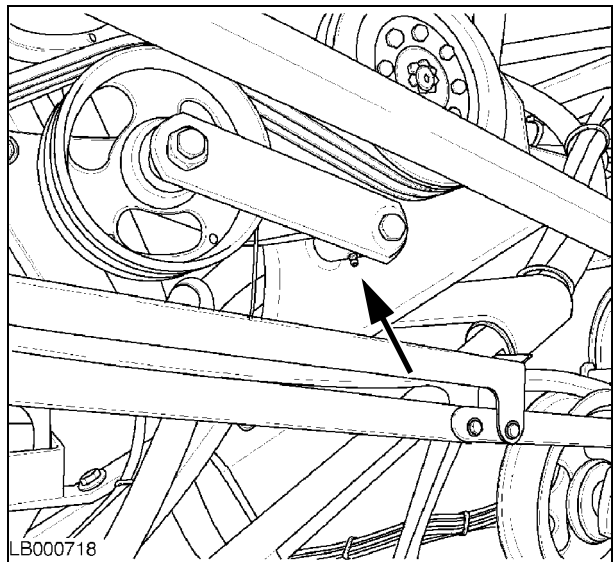

Рис. 45
37.)- Рычаг натяжного устройства ремня гидростатического насоса Рис. 45